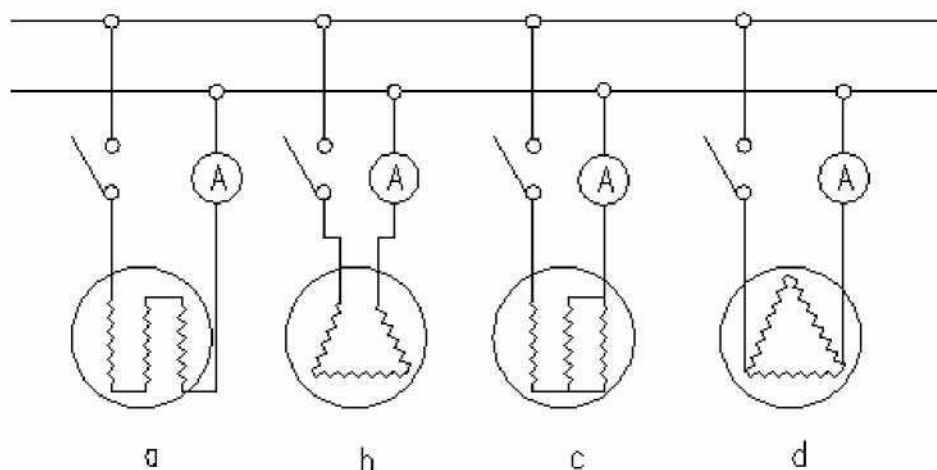

Рисунок 7 – Схема подключения для сушки с однофазным источником питания переменного тока
9.2.2. Если для нагрева с потерей в меди используется однофазный источник питания переменного тока, можно выбрать любое соединение обмоток, показанное из рисунка 7. Ток в обмотках статора должен составлять 50% ~ 70% от номинального значения. Если выбрано соединение с или d (см. рисунок 7), концы соединительных проводов необходимо периодически менять друг с другом для обеспечения равномерного нагрева обмоток.